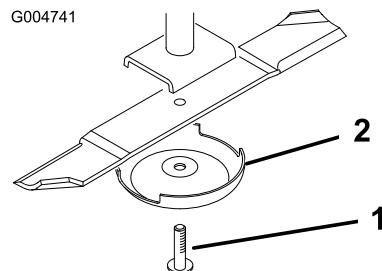

Figura 81
2. Fixe a extremidade da lâmina utilizando um pedaço de tecido ou uma luva grossa. Retire o parafuso da lâmina, o recipiente anti-danos e a lâmina do eixo (Figura 81).